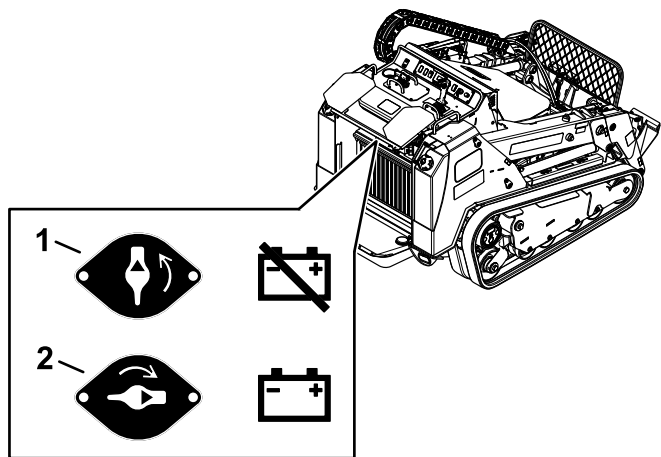

Рисунок 59
- Чтобы подать электропитание на машину, поверните выключатель аккумуляторной батареи по часовой стрелке в положение ВКЛ (Рисунок 59).
- Чтобы отсоединить электропитание от машины, поверните выключатель аккумуляторной батареи против часовой стрелки в положение ВЫКЛ (Рисунок 59).